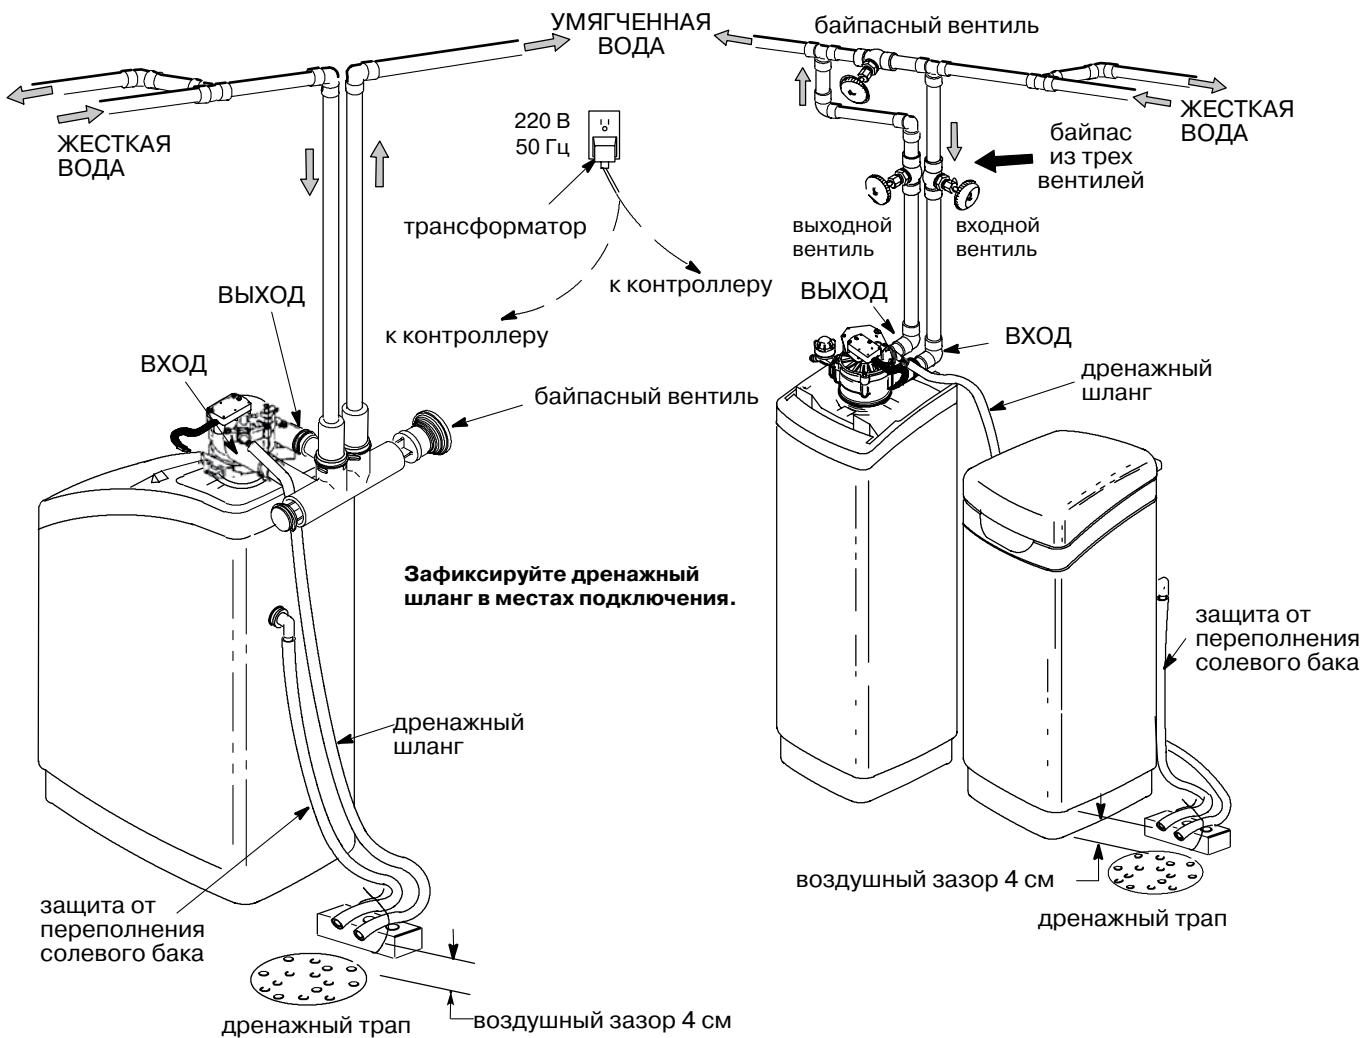

Рис. 2. Типовая схема установки
1. Моноблокные модели поставляются в собранном виде. Во время установки снимите верхнюю крышку и крышку солевого бака и отложите их в сторону во избежание повреждений. Убедитесь в том, что солевая шахта установлена вертикально и закреплена (**рис. 2**).
При установке байпаса из трех вентилей, соедините их, как показано на **рис. 2**.